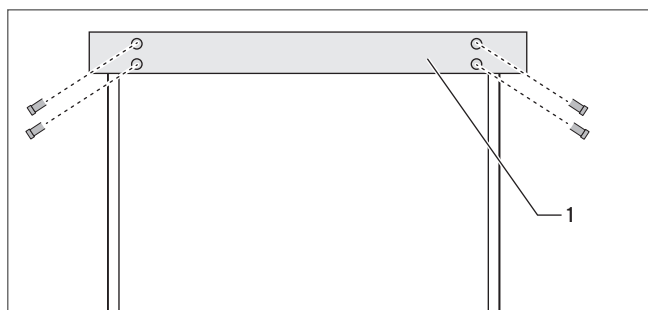

Fig. 4.7 Ejemplo: Colocación de la barra para el seguro de transporte
- Tenga a mano una barra de venta en comercios (1), p. ej. un listón del tejado o un perfil de metal, con unas dimensiones mínimas de 24x48 mm.
- Fije la barra de seguridad con los tornillos adecuados (véase la fig. 4.7).